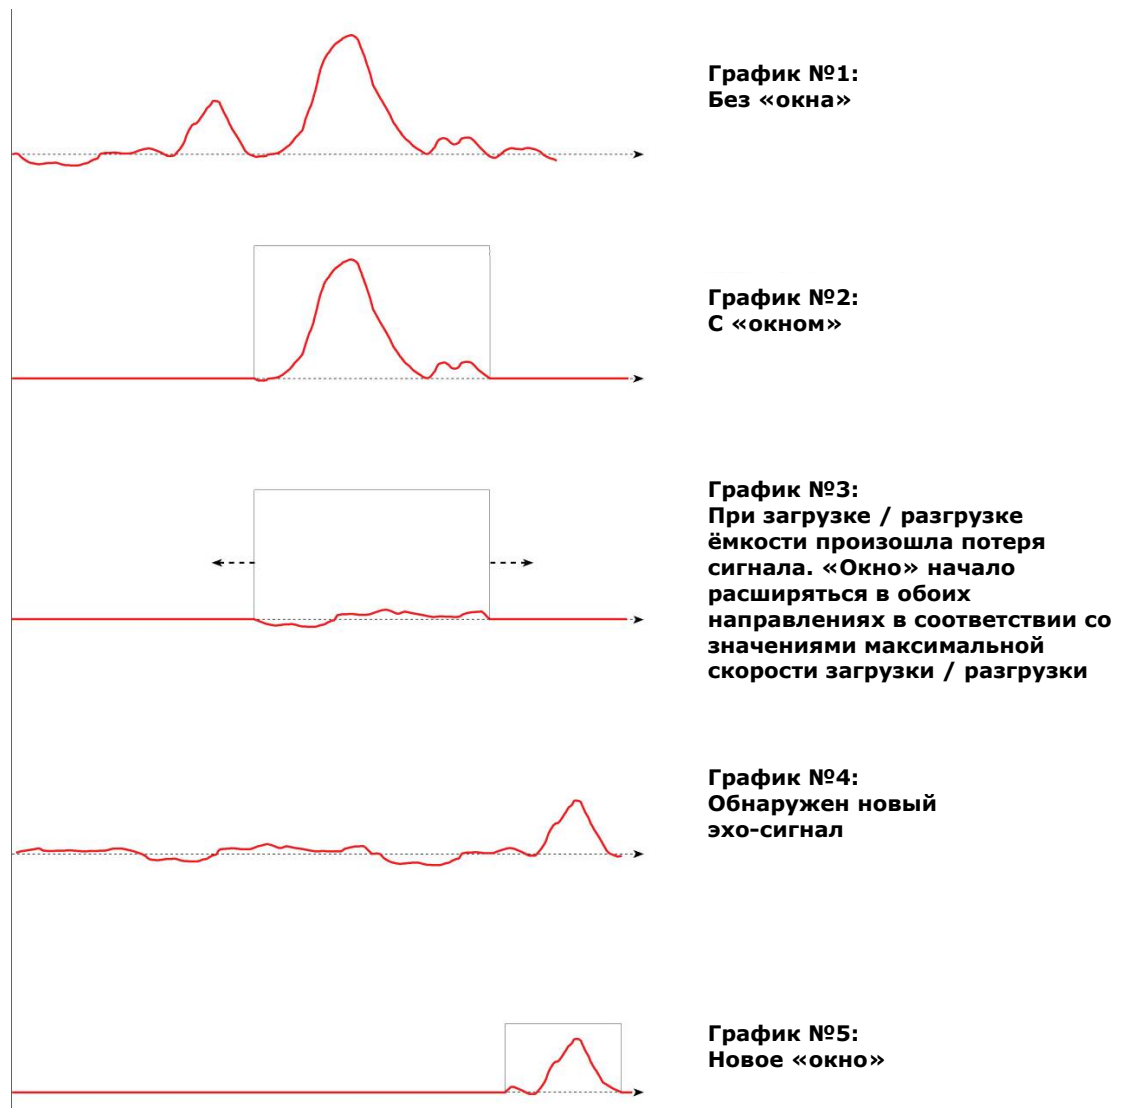

Рисунок 34
- ◎ **Window Size** [m (метры)/ft. (футы)] — когда показания уровнемера стабилизировались и сфокусировались на каком-либо определённом уровне, он отслеживает расстояния в некотором интервале (окне) относительно определённого пика эхо-сигнала (см. Рисунок 34). Без этого окна эхо-сигнал выглядит как на графике №1 (см. Рисунок 34), но как только эхо-сигнал отфильтровывается в этом окне, то он начинает выглядеть как на графике №2 (см. Рисунок 34).
При малых изменениях уровня поверхности эхо-сигнал отслеживается в этом окне. Если эхо-сигнал меняется во время заполнения или разгрузки ёмкости, то полезные пики эхо-сигнала могут исчезнуть с графика (см. график №3 Рисунок 34). При этом окно автоматически расширяется (увеличивается интервал дистанций, в котором отслеживается эхо-сигнал) с учётом настроенных значений максимальной скорости разгрузки и загрузки ёмкости до тех пор, пока не будут обнаружены новые полезные пики (см. график №4 на Рисунок 34). Уровнемер фокусируется на этом новом пике (график №5 на Рисунок 34) и измерения снова стабилизируются. По умолчанию: 10 m (м).